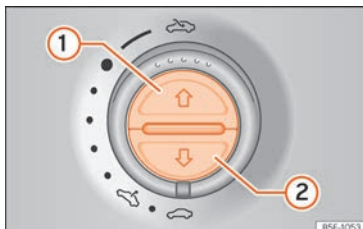

Abb. 143 Im Dachhimmel: Tasten für Sonnenschutzrollo.
| Ganz öffnen (Automatiklauf): | Taste » Abb. 143 ① kurz drücken. |
| Automatiklauf stoppen: | Taste » Abb. 143 ① oder » Abb. 143 ② kurz drücken. |
| Zwischenposition einstellen: | Taste » Abb. 143 ① oder » Abb. 143 ② gedrückt halten, bis Position erreicht ist. |
| Ganz schließen (Automatiklauf): | Taste » Abb. 143 ② kurz drücken. |
• *Sonnenschutzrollo*: Innerhalb von 5 Sekunden nach dem Auslösen der Kraftbegrenzung die Taste » » Abb. 143 ② so lange drücken, bis das Sonnenschutzrollo vollständig geschlossen ist.